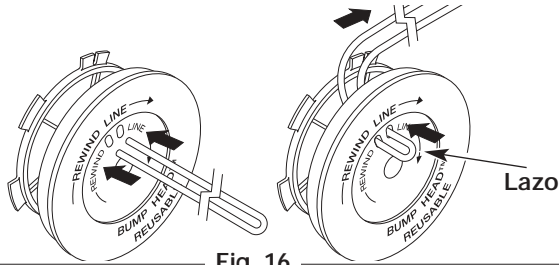

Fig. 16
6. Tome aproximadamente 7,6 m (25 pies) de nueva línea de corte, enlácela en dos longitudes iguales. Inserte cada extremo de la línea a través de uno de los dos orificios del carrete interior (Fig. 16). Pase la línea a través del carrete interior de modo que el lazo sea lo más pequeño posible.